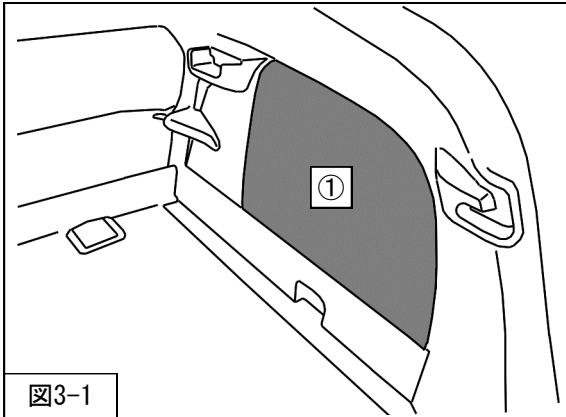

図3-1
を取外してください。(図3-1)
①リッドを取付けてください。（図3-1）
本製品は、フロントサスペンションASSYがストラットタイプ、リアショックアブソーバASSYが標準タイプとなっています。リアの減衰力調整は、室内のサイドライニングからリッド（図3-1）を取外して行ってください。